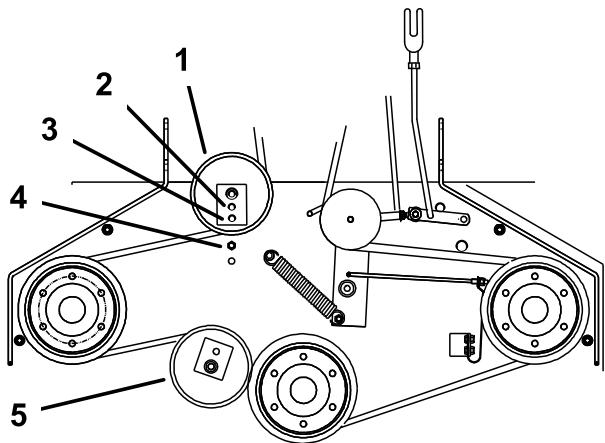

Figura 45
6. Si no es posible ajustar más el tensor y la correa todavía está floja, será necesario cambiar la polea tensora trasera al taladro central o delantero (Figura 45). Utilice el taladro que permita un ajuste correcto.
7. Cuando se cambia de posición la polea tensora, será necesario cambiar también la guía de la correa. Mueva la guía de la correa a la posición delantera (Figura 45).